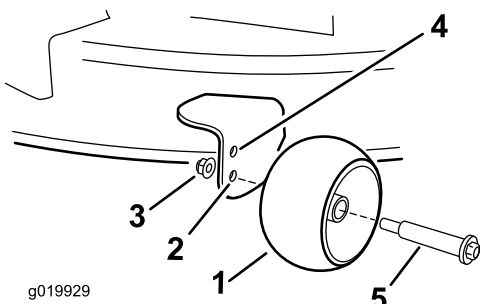

Figure 21
- Trou supérieur – utilisez cette position avec le plateau de coupe à une hauteur de coupe inférieure ou égale à 63 mm (Figure 21).
- Trou inférieur – utilisez cette position avec le plateau de coupe à une hauteur de coupe égale ou supérieure à 76 mm (Figure 21).